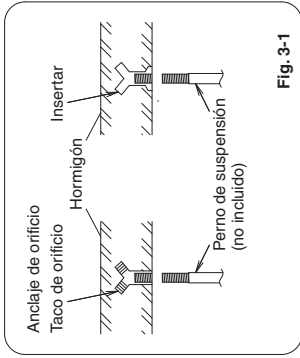

Fig. 3-1
- (1) Cuando coloque la unidad en el interior del techo, determine el paso de los pernos de suspensión consultando los datos sobre dimensiones proporcionados anteriormente. Los tubos deben colocarse y conectarse dentro del techo cuando se suspenda la unidad. Si el techo ya está construido, disponga los tubos en sus posiciones para la conexión con la unidad antes de colocar la unidad dentro del techo.
- (2) Atornille los pernos de suspensión de forma que sobresalgan del techo como se muestra en la Fig. 3-1 (si es necesario, corte el material que compone el techo).